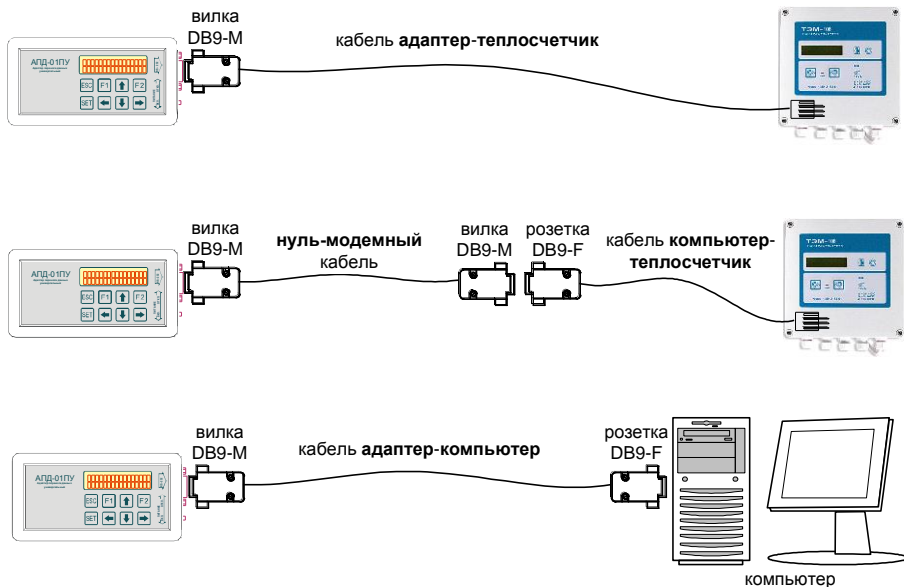

Рис. 6.1
- подсоедините адаптер к теплосчетчику или компьютеру (типовые схемы подключения приведены на рис. 6.1, распылка кабелей для соединения с теплосчетчиками и компьютером приведена в ПРИЛОЖЕНИИ Б);